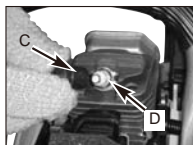

Fig. 18B
3. Decuplați cablul conector (C) de la bujia (D) prin tragere și răsucire simultană (Fig. 18B).